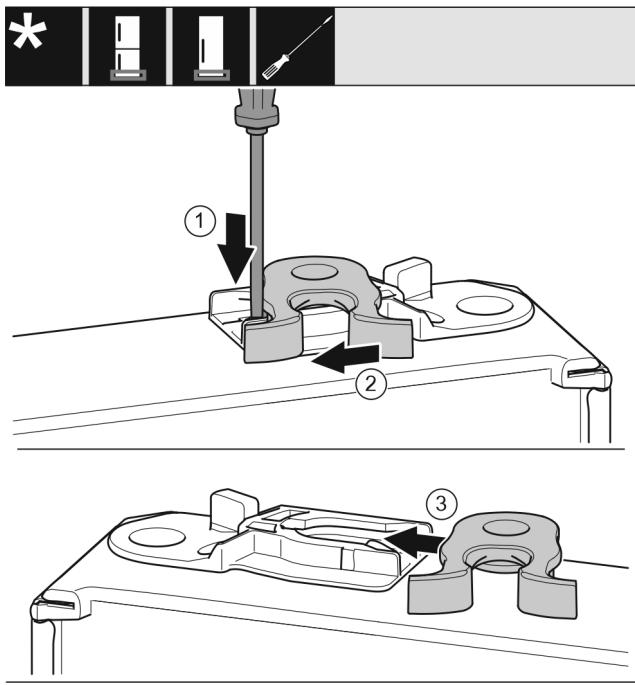

Fig. 16
- ▶ Нажмите шлицевой отверткой на накладку вниз. *Fig. 16 (1)*
- ▶ Выведите запорный крючок из направляющей. *Fig. 16 (2)*
- ▶ Вставьте запорный крючок в направляющую с другой стороны. *Fig. 16 (3)*